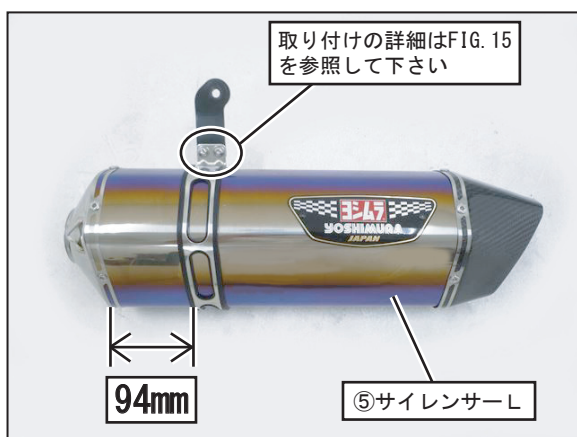

FIG. 14
9. ⑪サイレンサーバンドに⑫サイレンサーバンド用スペーサーラバーを取り付けてから⑤サイレンサーLに通し、⑮ボタンスボルトM6×15、⑯SUSワッシャM6、⑰フランジナットM6を使用して、サイレンサーカバー前端から94mmの位置で⑭サイレンサーステーLを仮締めして下さい。(FIG. 14, 15参照)